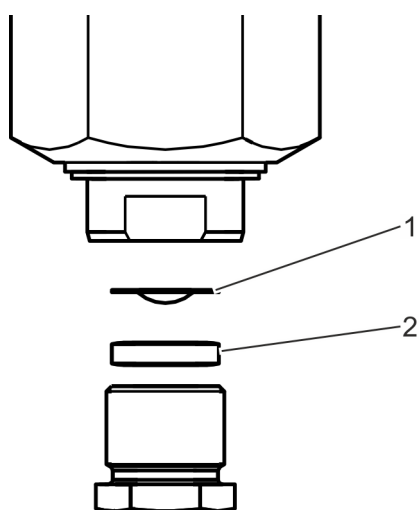

Fig. 21: Remplacement du disque de rupture (la figure montre un disque de rupture intact)
- 13.** ➤ Démontez la bague de serrage (Fig. 21/2) et le disque de rupture défectueux (Fig. 21/1).